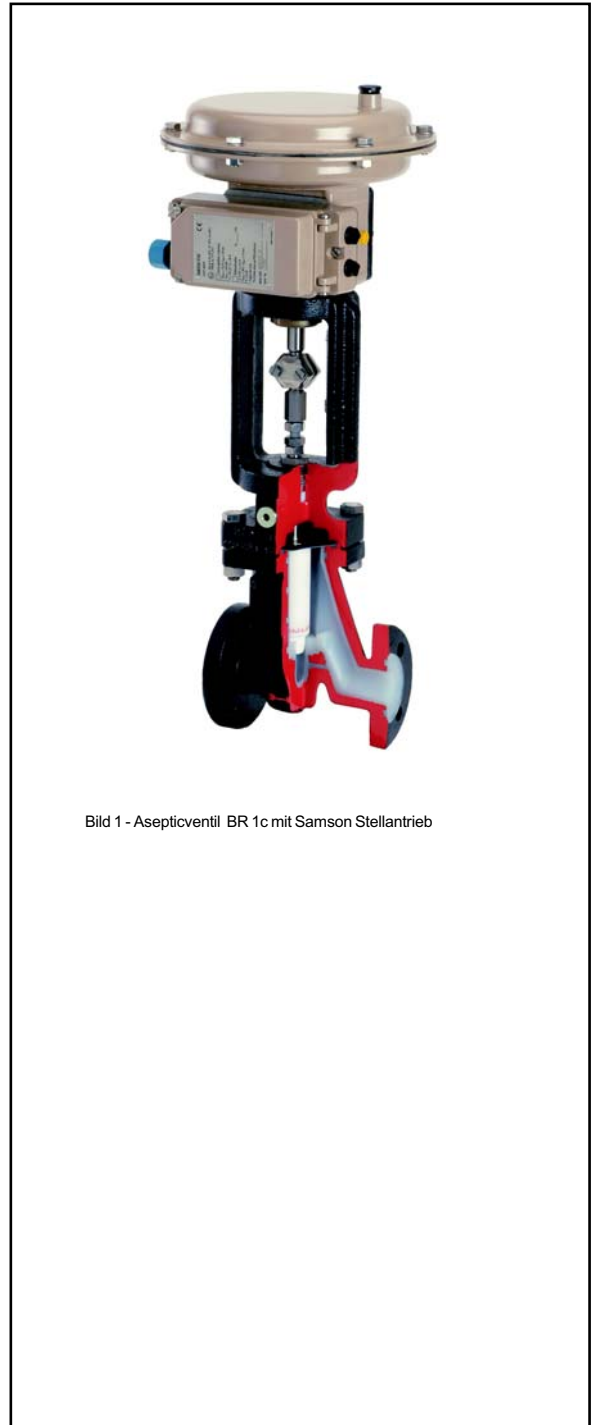

Bild 1 - Aseptiventil BR 1c mit Samson Stellantrieb
- mit pneum. Samson-Stellantrieb (Bild 1).